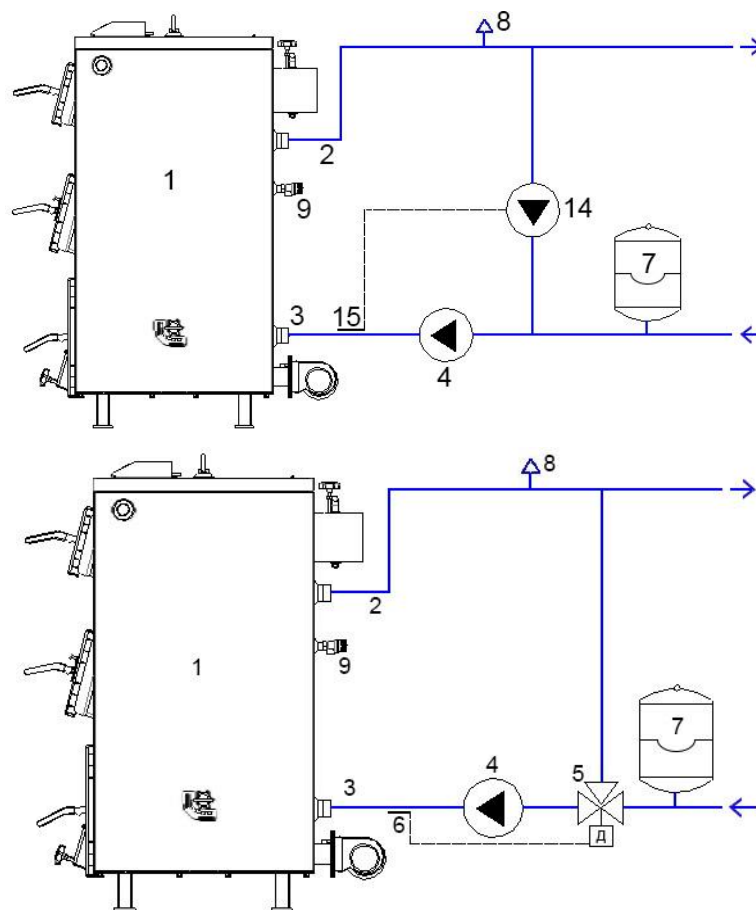
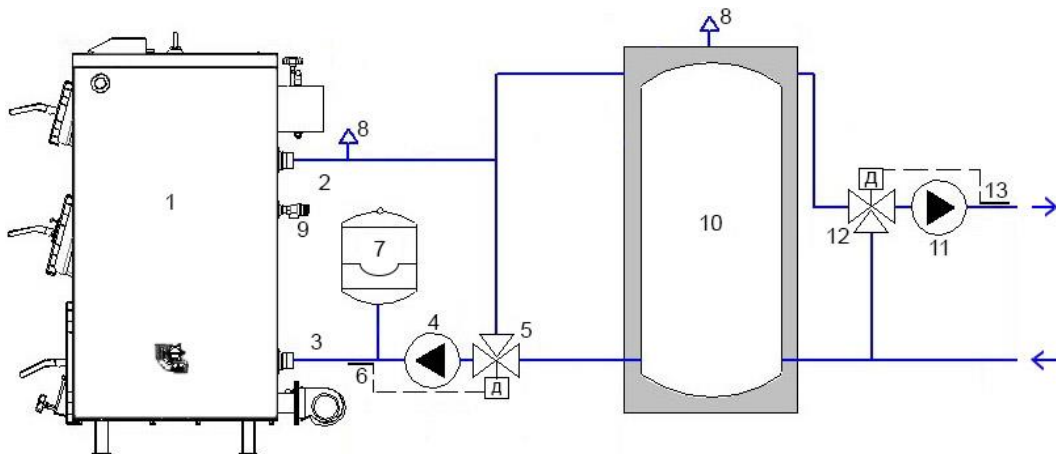

Рис.5 Схема обв'язки котла з баком акумулятором (рекомендована)
Рис.6 Схема обв'язки котла з бойлером (рекомендована)
7.3.4.4 Типові схеми обв'язки котла наведені на Рис.5, Рис.6